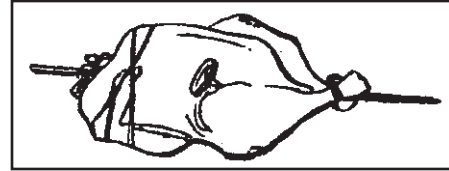

Fig. 16
**Pour le poulet:** Insérer le thermomètre dans la partie la plus épaisse de la cuisse, là où la cuisse rejoint le corps du poulet. (Fig. 16)